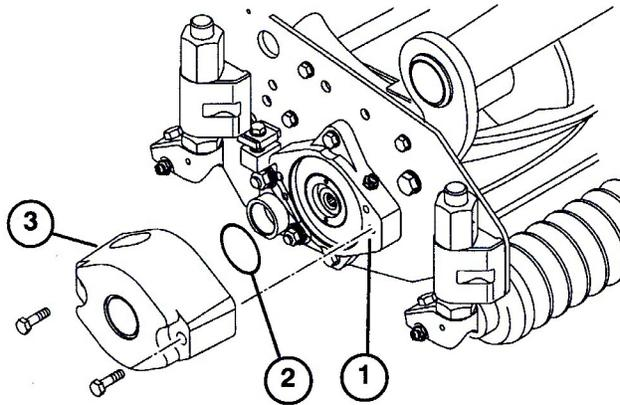

図7
3. 大きなOリングにグリスを塗り、カッティングユニット両側のベアリングハウジングの溝にそれぞれ取り付ける(図7と10)。
4. 各カッティングユニットにカウンタウェイトを取り付ける(図7: 付属のキャップスクリューを使用する)。